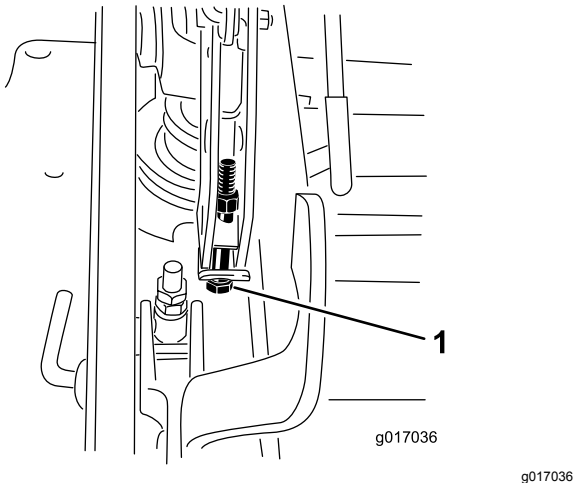

**Figura 88**
borde inferior de la pletina de altura de corte. Consulte Figura 88.
14. Apriete los dos pernos situados cerca del borde inferior de la pletina de altura de corte (Figura 88). Apriete a 37–45 N·m (27–33 pies-libra).